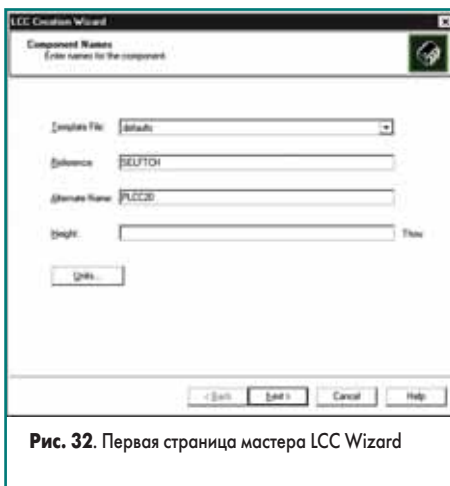

Рис. 32. Первая страница мастера LCC Wizard
На экране появится первая страница мастера LCC Wizard (рис. 32). Здесь задаются:
4. Выполним все настройки, как показано на рис. 32, а именно, в выпадающем списке Template File выберем строку defaults; в поле Reference введем имя SELFTCH, а в поле Alternate Name — имя PLCC20.